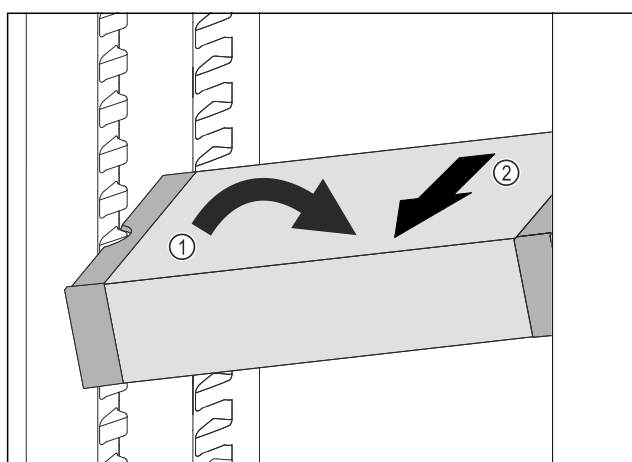

Fig. 112
- Impostare il vano frigorifero di VarioSafe ad angolo. Fig. 112 (1)
- Rimuovere VarioSafe tirando in avanti. Fig. 112 (2)